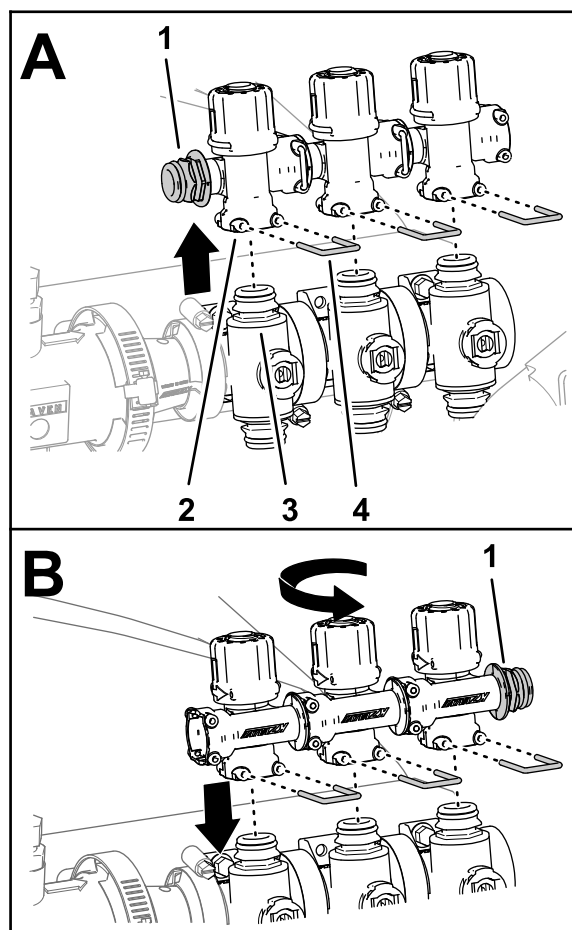

図 64
4. 左ブームバルブ、中央ブームバルブ、右ブームバルブにある全部で 3 つのバイパスバルブを固定しているリテーナ 3 個を外す 図 64。
5. 各ブームバルブからバイパスバルブを一旦外し 図 64、
6. バイパスバルブを 180° 回転させてブームバルブのクイックディスコネクトフィッティングに組み付ける 図 64。
7. ステップ 4 図 64 で外したリテーナ 3 個を使用して、バイパスバルブ 3 個をそれぞれのブームバルブに固定する。